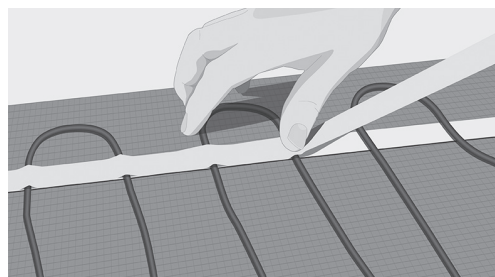

Fig. 8. Fest kabelen med maskeringstape
11. Fest kabelen ved hjelp av maskeringstape over kabelen og den dobbeltsidige tapen. Trykk tapen grundig ned på kabelen, for å hindre at det dannes luftbobler under innstøpingsprosedyren (fig. 8).